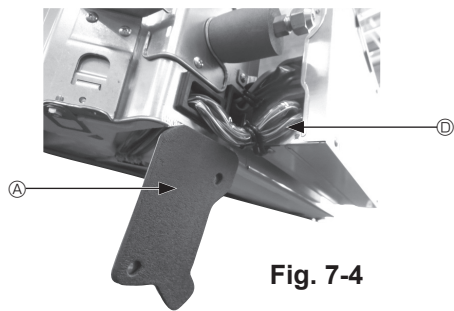

Fig. 7-4
- ① Usunąć dwie śruby mocujące pokrywę przewodu urządzenia głównego, a następnie otworzyć pokrywę.
- ② Poprowadzić przewody Czujnika i-see i odbiornika sygnału w skrzynce elementów elektronicznych w sposób pokazany na schemacie i wokół tulei z boku urządzenia głównego. (Fig. 7-4)